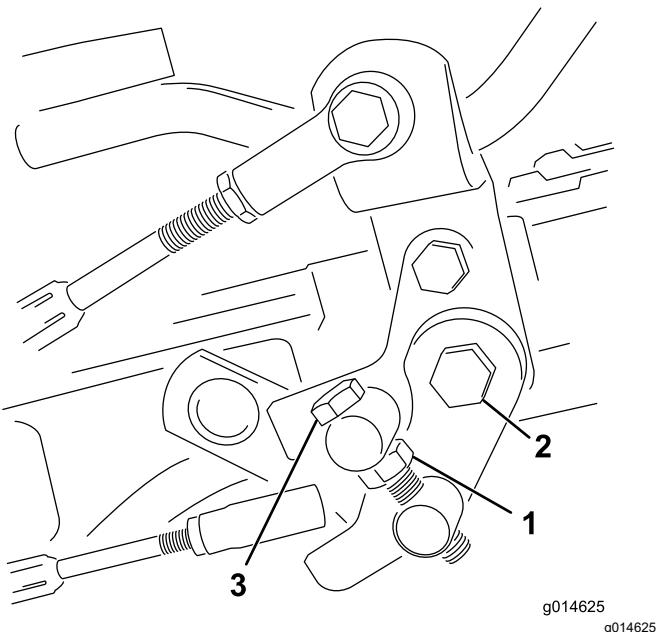

Рисунок 44
- Ослабьте контргайку на болте цапфы (Рисунок 44).
- Чтобы зафиксировать регулировку, затяните контргайку на болте цапфы и гайку на шарнире педали (Рисунок 44). Проверьте регулировку и при необходимости повторите ее.